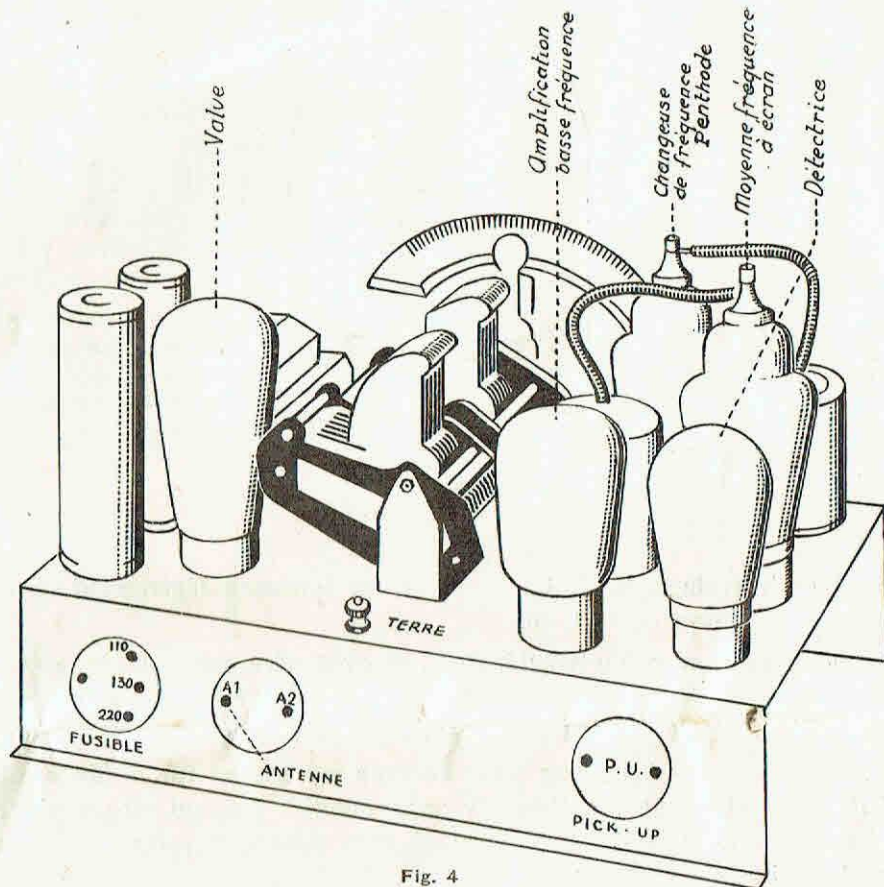
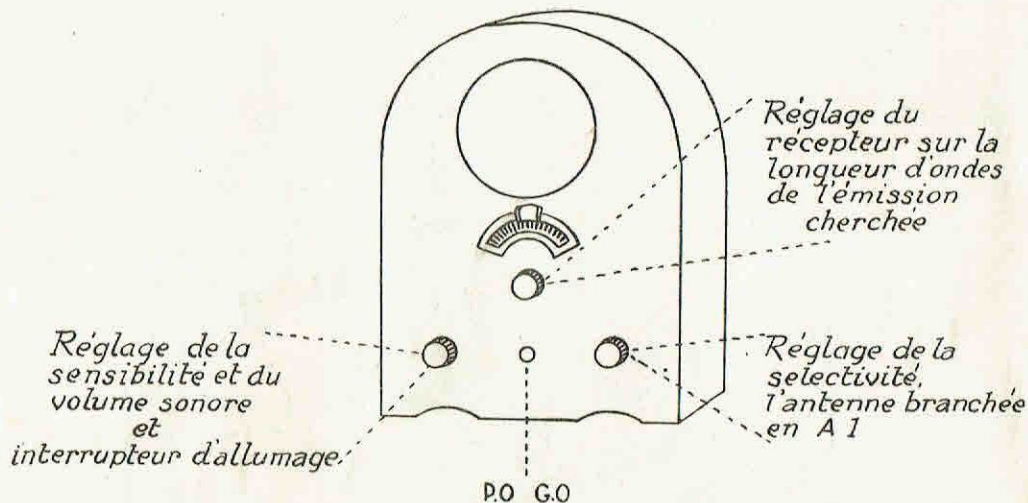

Fig. 4
Fig. 5
b) Vérifier si le fusible placé derrière l'appareil, sur le châssis (voir fig. 4) est dans une position correspondant à la tension du secteur.
d) Brancher l'antenne à l'un des deux trous (A. 1 ou A. 2) placés derrière l'appareil (fig. 4) et, s'il y a lieu, la prise de terre à la borne également placée derrière l'appareil (fig. 4).
Lorsque l'antenne — quelle que soit sa nature — est branchée à la prise A. 1 (fig. 4), la sélectivité est réglable à l'aide du bouton placé sur le devant de l'appareil, en bas et à droite (fig. 5). Lorsque l'antenne est branchée à la prise A. 2 (fig. 4), ce bouton ne sert plus à rien et la sensibilité est maximum.
a) Tourner, dans le sens des aiguilles d'une montre, le bouton placé sur le devant de l'appareil, en bas et à gauche (fig. 5). On entend un déclic et le cadran s'éclaire. Tourner le bouton jusqu'au point d'arrêt. Attendre 30 secondes pour permettre aux lampes de chauffer;
b) Placer le commutateur du milieu (fig. 5) dans la position P.O. ou G.O. suivant la longueur d'onde du poste qu'on désire recevoir (200 à 600 mètres: P.O.; 1.000 à 2.000 mètres: G.O.);
c) Chercher l'émission en tournant lentement le gros bouton de réglage placé au centre sous le cadran lumineux (fig. 5). On peut s'aider pour cela d'un tableau des postes émetteurs classés par longueur d'onde.
Terminer le réglage, si c'est nécessaire, en tournant légèrement à droite ou à gauche le petit bouton central (fig. 5).